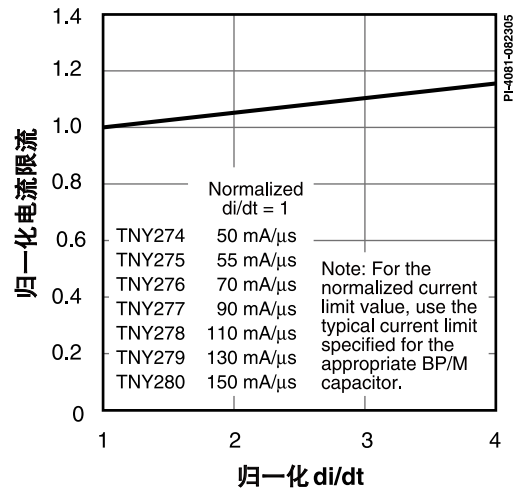

图 23. 限流点与 di/dt 的特性曲线
- E. 关于其它 $di/dt$ 值时的电流限流点请参考图23。